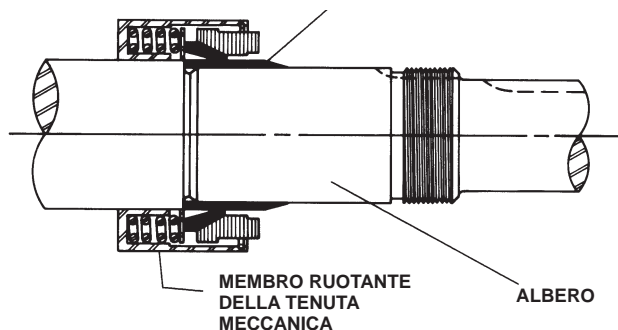

FIGURA 6
2. Sistemare il manicotto d'installazione rastremato sull'albero. Rivestire il manicotto rastremato e l'interno del membro ruotante con un'abbondante quantità di olio leggero. Il grasso è sconsigliato. Infilare il membro ruotante sull'albero e sopra il manicotto rastremato. **Vedere la figura 6.**